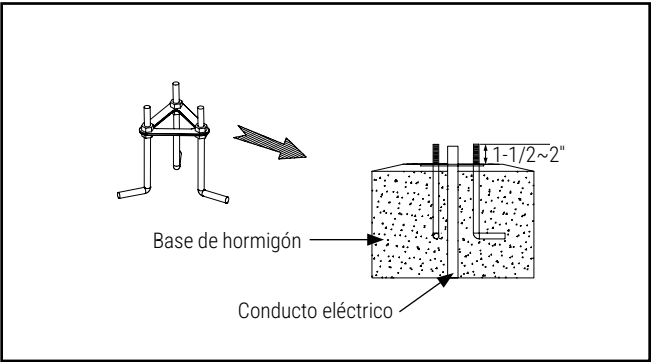

Figure 2.
2. Instale 3 pernos de anclaje en el concreto, como se muestra en la Fig. 2, dejando al menos 3,8 a 5 cm (1-1/2~2") de rosca, sin residuos ni suciedad (el conducto eléctrico se encuentra en el centro del concreto).